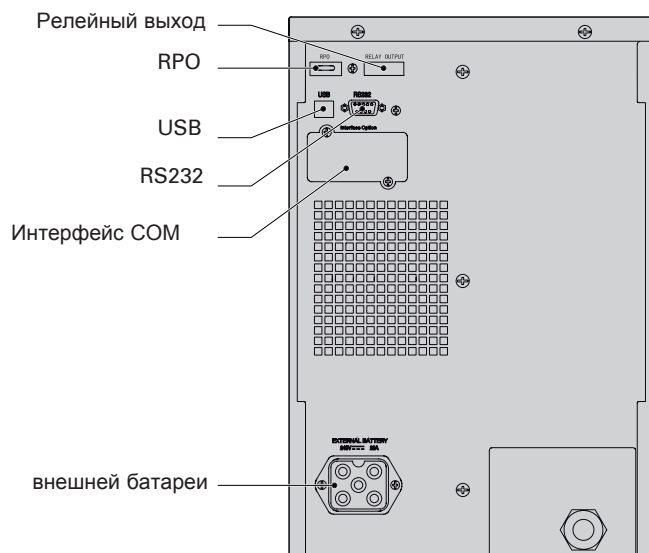

Рисунок 21. Коммуникационные устройства и клеммы управления.
Для установления связи между ИБП и компьютером, подключите свой компьютер к одному из коммуникационных портов ИБП с помощью соответствующего коммуникационного кабеля. Расположение коммуникационных портов см. на рис. 21.
Расположение коммуникационного разъема см. Рис. 21 на странице 21.
**Подключение и проверка дистанционного управления** (расположение порта RPO показано на Рис. 21 на стр. 21)
ИБП включает три программируемых релейных выходных контакта для индикации сигналов: встроенное реле ИБП и два выходных сигнала на коммуникационном порте RS-232. Расположение разъемов см. на рис. 21 на странице 21. Дополнительные четыре релейных выхода можно обеспечить с помощью релейного адаптера.
ИБП имеет 4 программируемых сигнальных входа: один вход RS-232, два на дополнительном релейном адаптере (используется в коммуникационном слоте) и один вход RPO. Расположение этих портов указано на Рис. 21 на стр. 20.